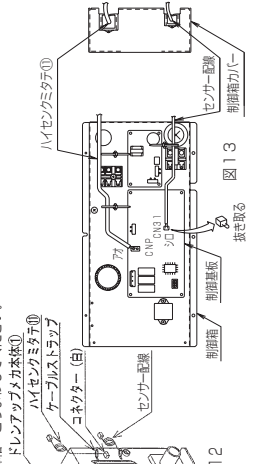
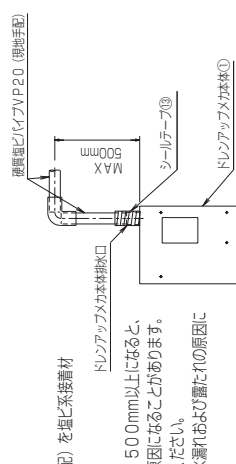

図12
図13
- ドレンアップメカ本体①のコネクター(白)を差し込み、配線をケーブルストラップで固定(1カ所)してください。…図12
- ハイセンタマ①およびセパ配線の箇所は、本体後ろの開口部から制御箱へ入りまわしてください。
- 制御箱の配線接続は図13を参照してください。
- ハイセンタマ①のコネクター(青)を制御箱上のコネクター(CNP)、セパ配線のコネクター(白)を制御箱上のコネクター(CN3)へ、それぞれ差し込んでください。…図13
- 制御箱カバーの配線穴からハイセンタマ①およびセパ配線を貫通させた後、制御箱およびセパ配線を貫通させた後、制御箱カバーを元より取付けてください。…図13 (ハイセンタマ①およびセパ配線の長さが決った場合はセパ②にて調整結果してください。)